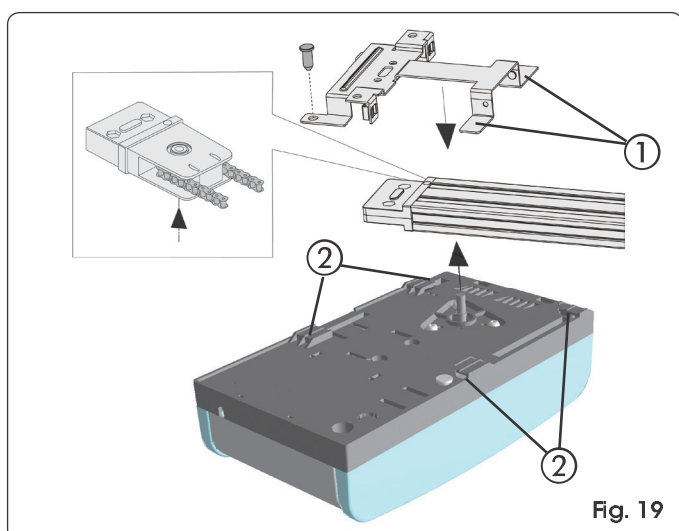
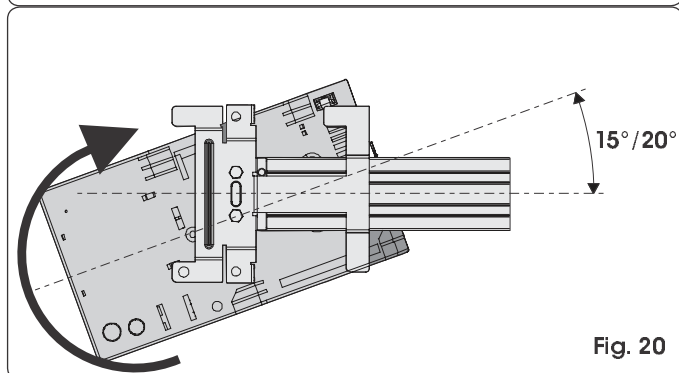
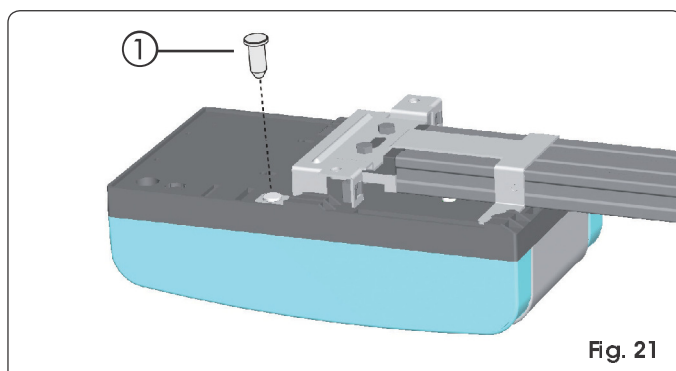

Fig. 19
Fig. 20
Fig. 21
- 1) Manteniendo inclinado $15^\circ/20^\circ$ el operador (Fig. 20), introduzca el eje del motor reductor en el acoplamiento presente en el empalme posterior de la guía de deslizamiento y acerque las aletas (Fig. 19 ref. ①) a los alojamientos situados en el fondo de la base del operador (Fig. 19 ref. ②).
- 2) Gire el operador en el sentido indicado en la Fig. 20 hasta la posición mostrada en la Fig. 21 de modo que la chaveta se introduzca en el orificio del empalme posterior (Fig. 21 ref. ①).